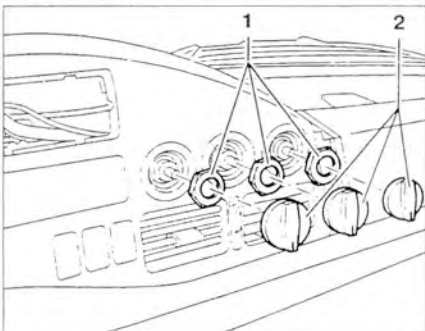

Рис. 10.32. Снимите вращающиеся ручки регуляторов 2 системы отопления и открутите гайки 1.
13. Снимите вращающиеся ручки регуляторов 2 системы отопления и открутите гайки 1 (рис. 10.32).